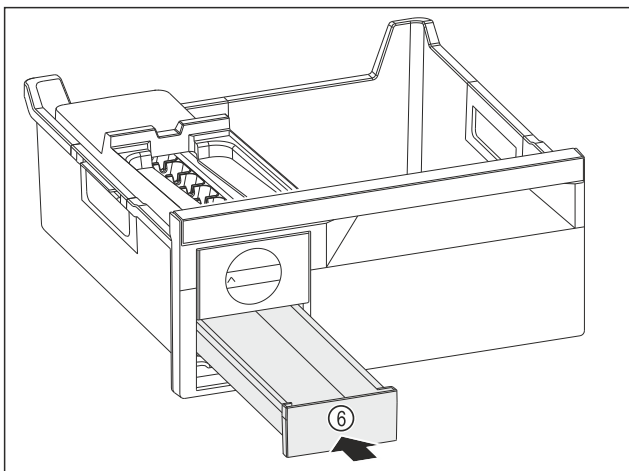

Fig. 135
- ▶ Встановіть форму для льоду Fig. 135 (6).